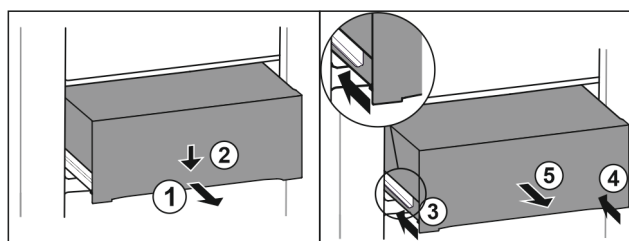

Fig. 128
- Schubfach halb herausziehen. Fig. 128 (1)
- Schubfach an der Vorderseite nach unten drücken. Fig. 128 (2)
- Linke Schiene etwa 2 cm einschieben. Fig. 128 (3)
- Rechte Schiene etwa 2 cm einschieben. Fig. 128 (4)
- Schubfach nach vorne entnehmen. Fig. 128 (5)